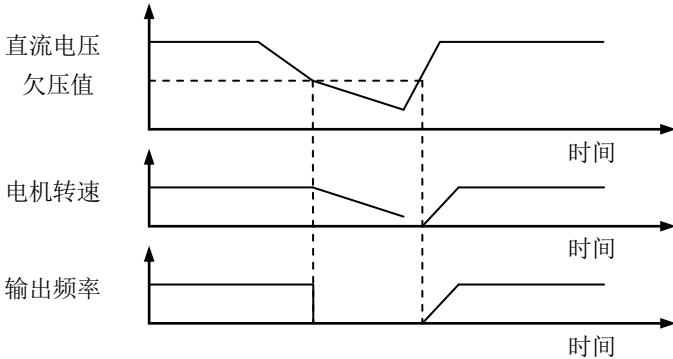

图 6-17 电恢复时频率从零启动
- 1: 复电后, 当变频器检测到直流母线电压高于欠压保护值后, 输出频率将从 0Hz 加速到设定频率。如图 6-17 所示。